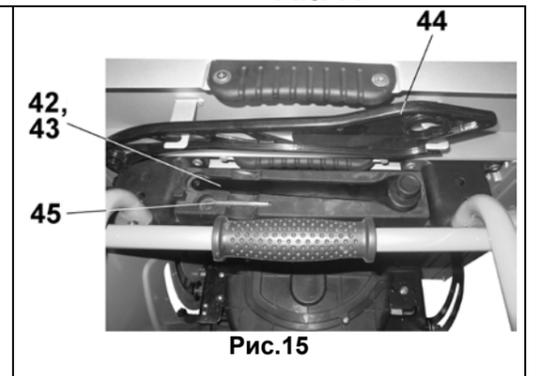

Рис.15
9.3. Ключом (43) удерживайте наружный фланец (41), вторым ключом (42) скрутите гайку (40) крепления пильного диска (7). Ключи (42,43), ключ (45) и толкатель (44) стационарно закрепляются под рабочим столом, Рис.15. Гайка (40) откручивается по направлению вращения пильного диска (7).